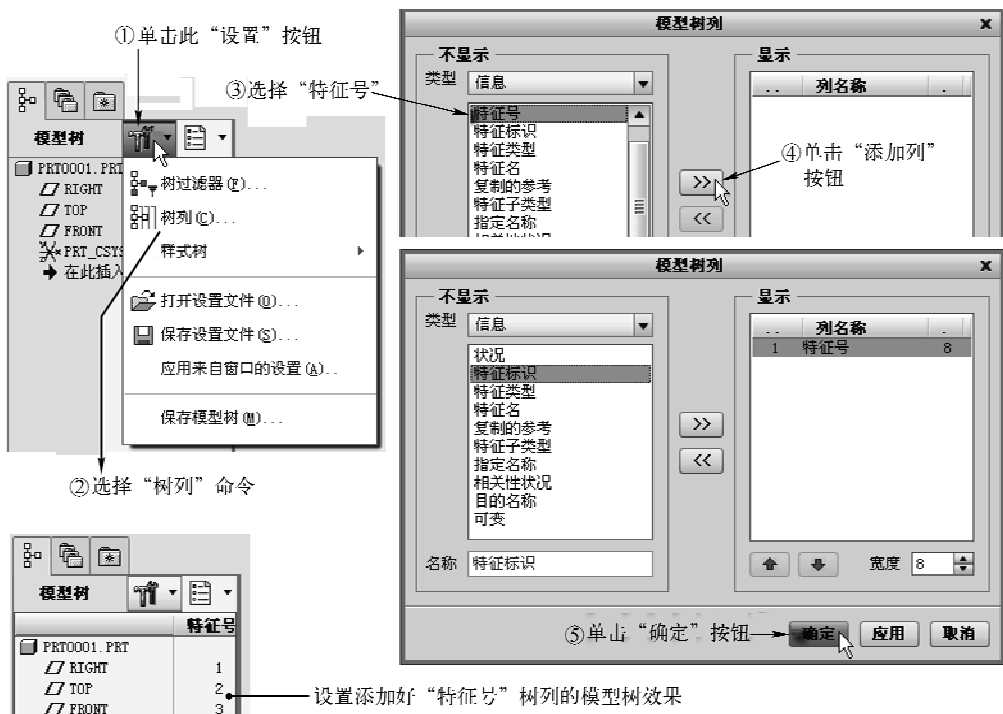

图 1-39 设置模型树列显示选项
- 可以设置模型树列的显示选项。例如要在零件模型树中用一列来显示特征号，则按照如图 1-39 所示的步骤进行设置。